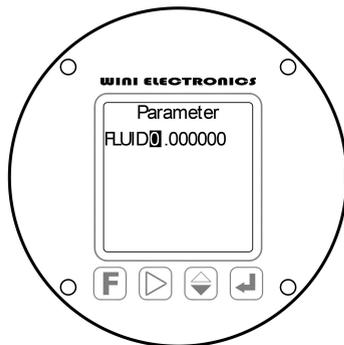

图 22
- 4.6.1.18 参数“FLUID”的设置: (图 22)